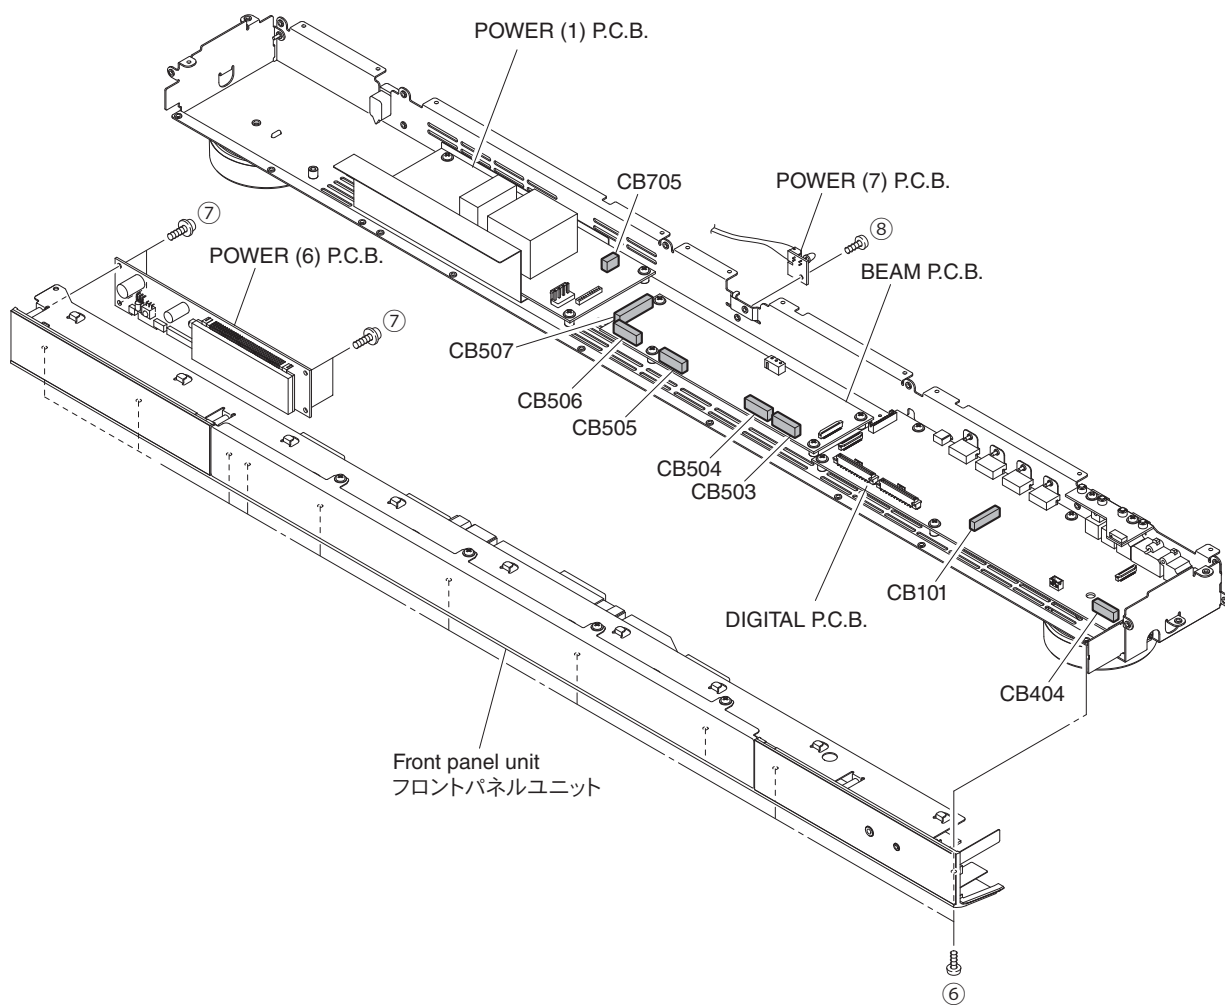

Fig. 3
- Remove 10 screws (⑥). (Fig. 3)
- Remove CB101, CB404, CB503–CB507 and CB705. (Fig. 3)
- Pull out the front panel unit forward. (Fig. 3)
- Remove 4 screws (⑦) and screw (⑧). (Fig. 3)
- Remove the POWER (6) P.C.B. together with the POWER (7) P.C.B. (Fig. 3)
- Remove the front panel unit. (Fig. 3)
- ⑥のネジ 10 本を外します。(Fig. 3)
- CB101、CB404、CB503～CB507、CB705 を外します。(Fig. 3)
- フロントパネルユニットを前方へ引き出します。(Fig. 3)
- ⑦のネジ 4 本、⑧のネジ 1 本を外します。(Fig. 3)
- POWER (6) P.C.B. と POWER (7) P.C.B. を一緒に外します。(Fig. 3)
- フロントパネルユニットを外します。(Fig. 3)